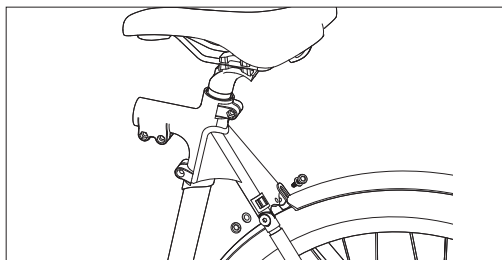

Figura 6-1
- Después de alinear el guardabarros con el orificio del tornillo, vuelva a apretar los tornillos de montaje para fijarlo en la junta del tubo del asiento, como se muestra en la **Figura 6-1**.